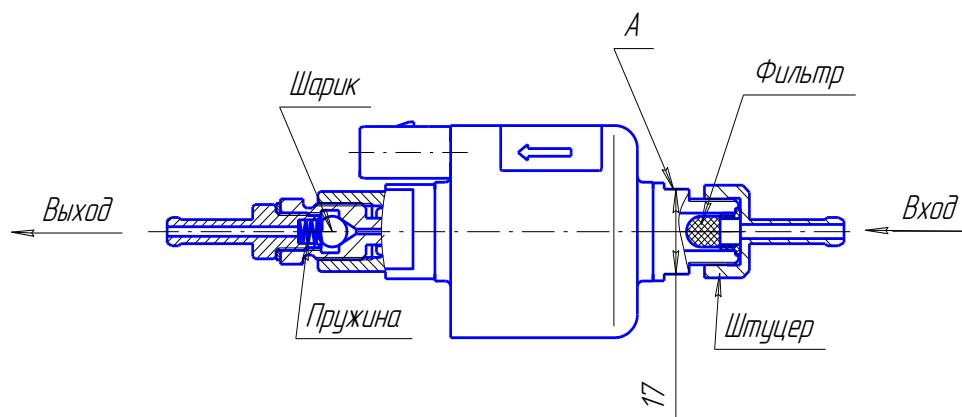

Рис.9.1 – Топливный насос
- демонтировать топливный насос с автомобиля. Зафиксировав ключом (ключ на 17 мм) от поворота за поверхность А. Отвернуть штуцер и снять фильтр (см. рис.9.1), при этом запрещается фиксация топливного насоса за другие поверхности при отворачивании и наворачивании штуцера;